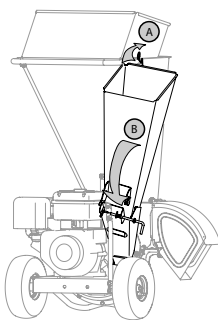

Figura 1
1. Tire del pasador con resorte hacia arriba. Vea A en la Figura 1.
2. Gire suavemente el canal de la astilladora hacia abajo hasta que se trabé en la varilla de seguridad. Vea B en Figura 1.